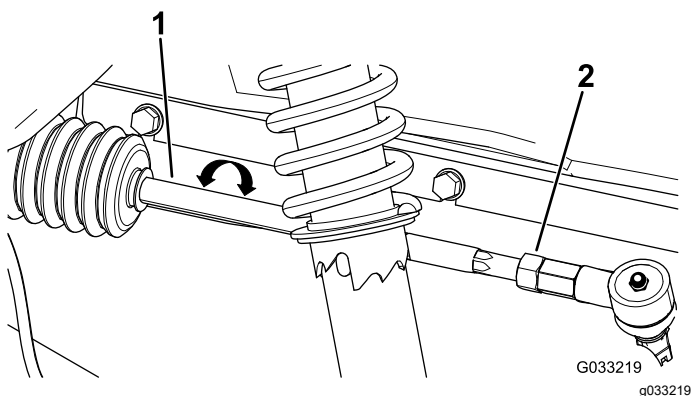

Figure 45
3. Si les mesures ne sont pas comprises entre 0 et 6 mm, desserrez les écrous de blocage aux deux extrémités extérieures des biellettes (Figure 45).